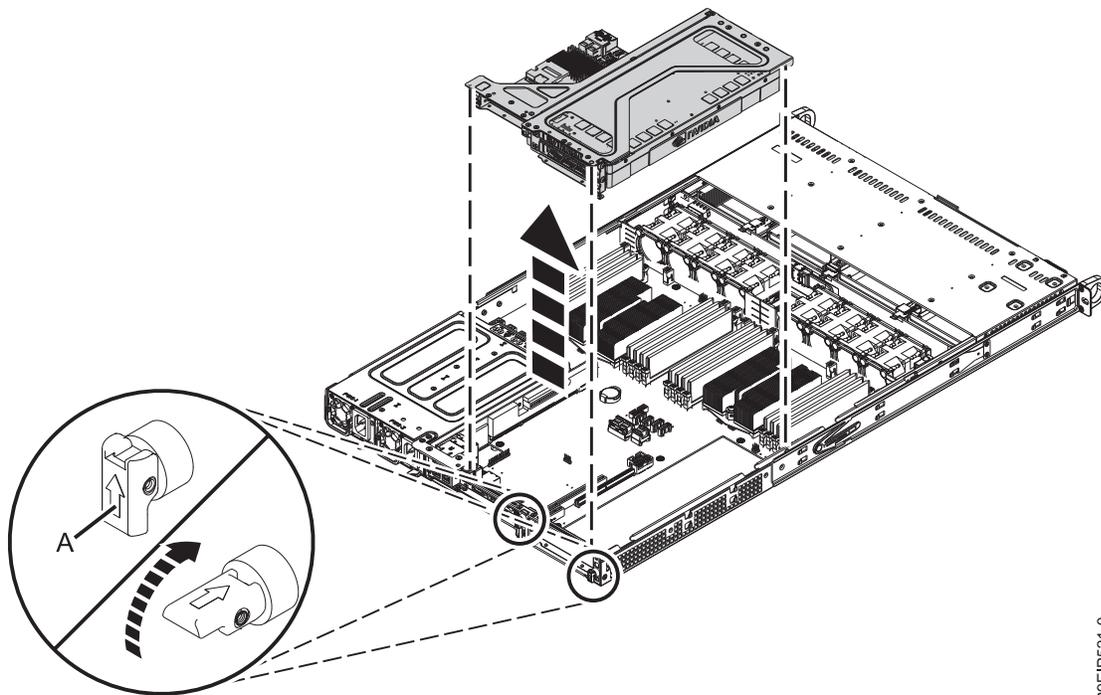

図 23. PCIe ライザーの取り外し
- a. PCIe ライザーを取り外します (29 ページの図 23 を参照)。
- 1) 保持ピン (A) を引っ込めて、タブの矢印がシステムを指すようにします。